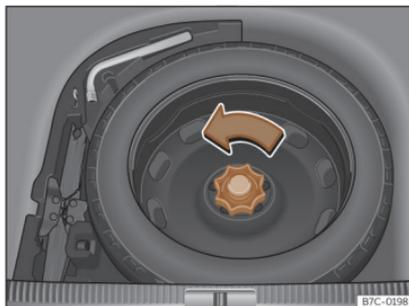

Fig. 208 Dans le coffre à bagages : plancher de chargement soulevé.
- Tournez la molette dans le sens inverse des aiguilles d'une montre»» **fig. 208**.